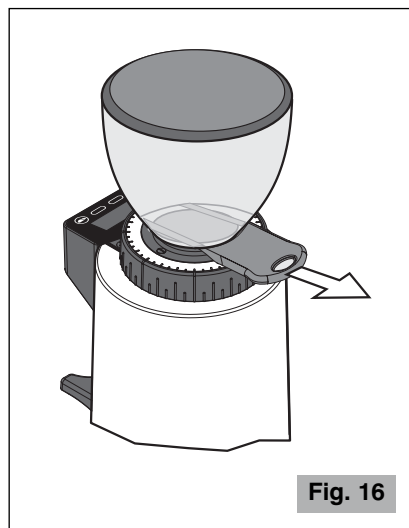

Fig. 16
**Accertarsi della completa apertura dell'otturatore della campana fino a fine corsa (ultimo scatto) (vedere Fig. 16).**